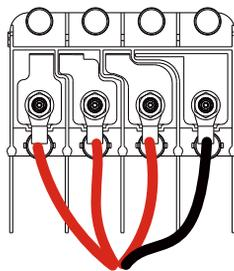

图5.10拧紧交流连接电缆
- 6) 将带有压接OT/DT端子的电缆连接到相应的端子并固定。（如图5.10所示）。